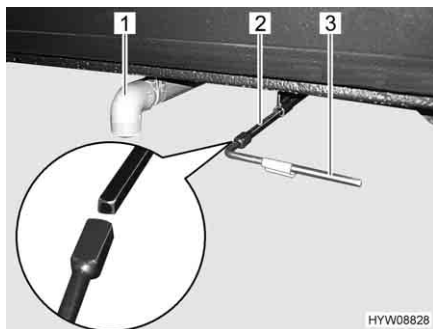

Fig. 89 Leva di comando e tubo di scarico del serbatoio delle acque grigie
- Posizionare il tubo di scarico (Fig. 89,1) direttamente sopra la stazione di smaltimento oppure innestare il tubo di gomma per lo scarico (accessorio opzionale) sul tubo di scarico (Fig. 89,1).
- Aprire il rubinetto di scarico. A tale scopo innestare la chiave quadra (Fig. 89,3) fornita in dotazione sul perno quadro del rubinetto di scarico (Fig. 89,2).
- Ruotare la chiave quadra (Fig. 89,3) di un quarto di giro in senso antiorario. Le acque grigie vengono scaricate.
- Dopo il deflusso completo delle acque grigie: Richiudere il rubinetto di scarico. A questo scopo ruotare la chiave quadra (Fig. 89,3) di un quarto di giro in senso orario.
- Sfilare la chiave quadra (Fig. 89,3) e stivarla.